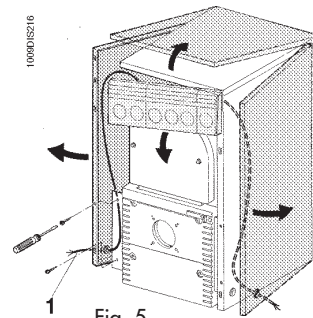

Fig. 5
N.B.: Il cavo bruciatore (Pos. 1 Fig. 5) può essere posizionato, a seconda della necessità dell'utente, a destra oppure a sinistra.